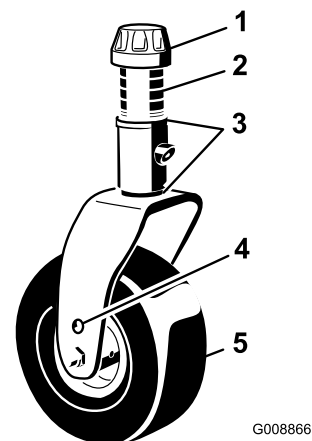

Figure 84
1. Enlevez le chapeau de tension de l'axe de pivot et sortez l'axe du bras de la roue pivotante (Figure 84).